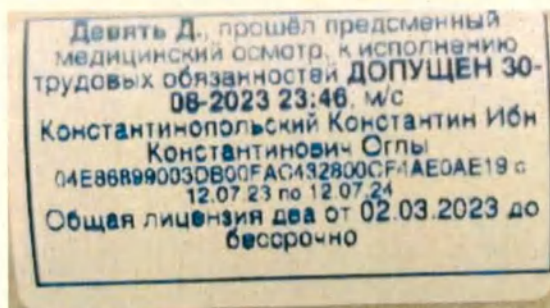

Рисунок 46. Отметка с полным допуском
- Надпись представлена на рисунке (Рисунок 46):